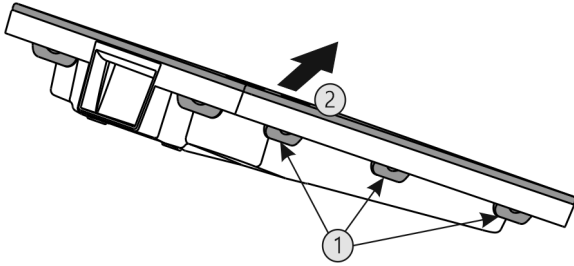

Fig. 48
- ▶ Postupne stlačte všetky spony Fig. 48 (1) a odoberte kryt Fig. 48 (2).